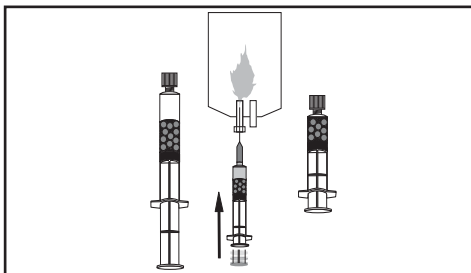

Figure 3.
- 4.2 Tout en gardant la seringue bien droite et en s'assurant de ne pas perturber les microsphères déposées, fixer une aiguille à filtre stérile à la seringue. Avec l'aiguille à filtre orientée vers le haut, expulser le surnageant (figure 3). S'assurer qu'il reste assez de surnageant à l'intérieur de la seringue pour couvrir les microsphères.